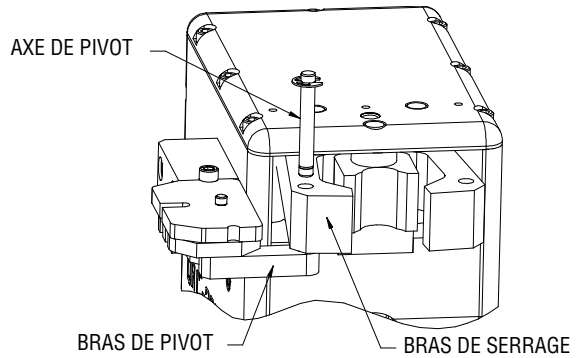

Figure 4: Alignement de L'axe de Pivot, du Bras de Pivot et du Bras de Serrage
5. Insérer l'axe de pivot dans le bras de pivot du dispositif de coupe de fil et dans le bras de serrage du poste de nettoyage. Voir la Figure 4.